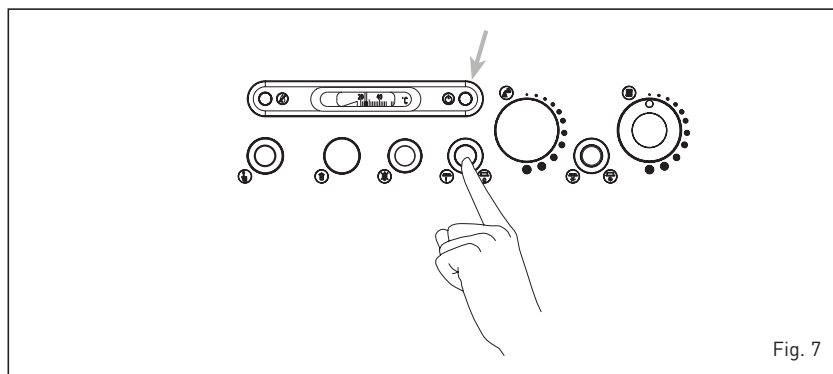

Fig. 7
3.2.1 Accensione caldaia (fig. 7)
3.2.5 Spegnimento caldaia (fig. 7)